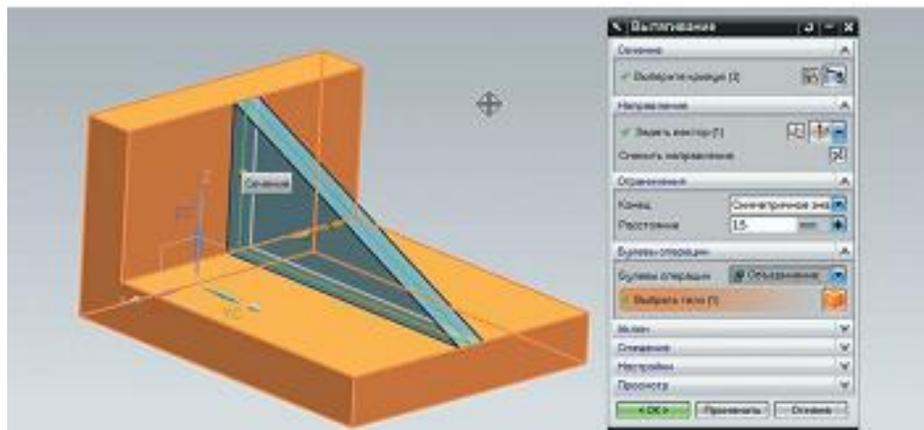

Рисунок 6.6 – Добавление тела
- Задайте симметричное значение и в разделе Булевы операции убедитесь в том, что система выбрала операцию объединения, после чего завершите построение тела (Рисунок 6.6).